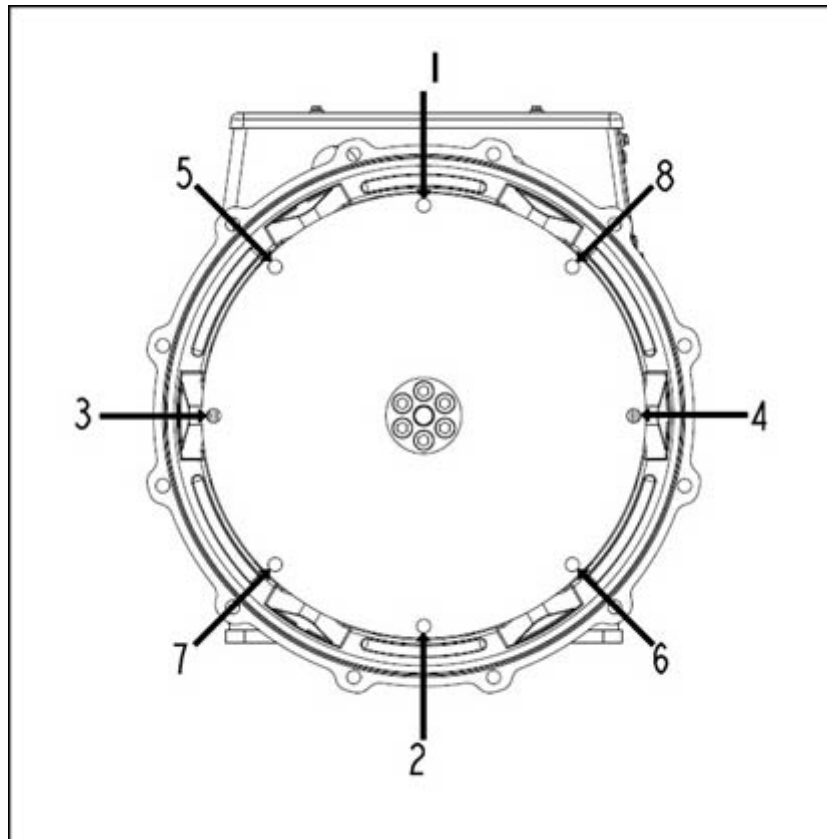

РИС. 23. ПОСЛЕДОВАТЕЛЬНОСТЬ КРЕПЛЕНИЯ К МАХОВИКУ
- Затяните болты крепления диска муфты к маховику, соблюдая последовательность, указанную в Рис. 23 на стр. 45.